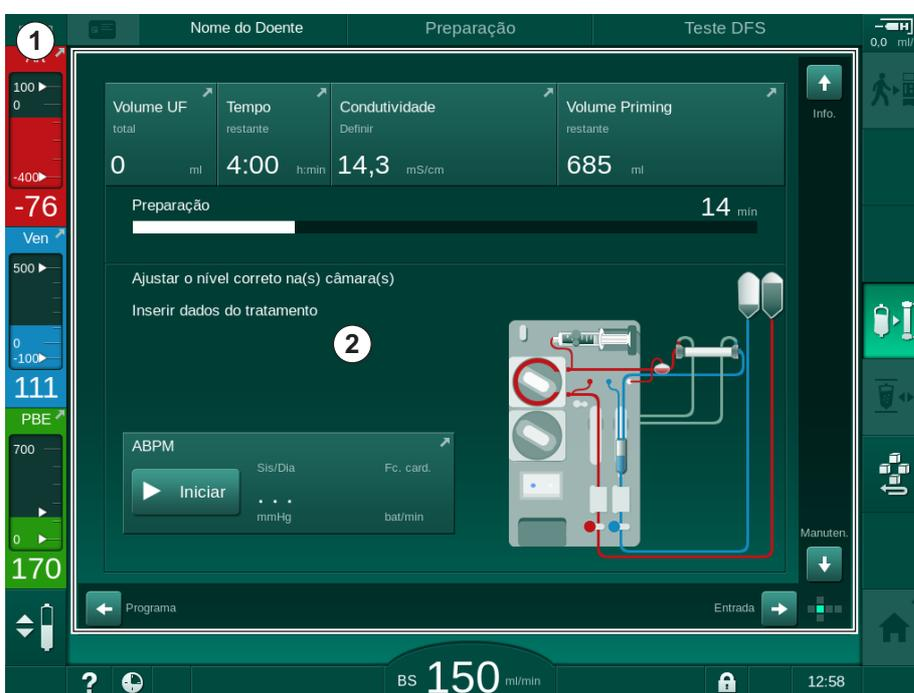

Fig. 3-11 Moldura e ecrã (lado do cubo)
A moldura (Fig. 3-11, ① ) é uma área fixa ao redor do ecrã ② do lado correspondente do cubo. Apresenta informações essenciais dependendo da fase operacional do equipamento de diálise e da fase de tratamento, contendo ainda diversos ícones.